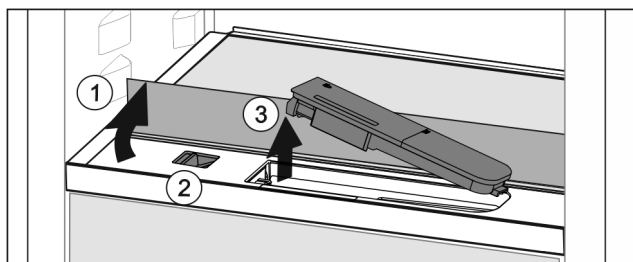

Fig. 57
- ▶ Lyft glashyllan och fäll bak den till anslag Fig. 57 (1).
- ▶ Skjut reglaget Fig. 57 (2) åt vänster.
- ▶ Ta ut vattenbehållaren Fig. 57 (3).